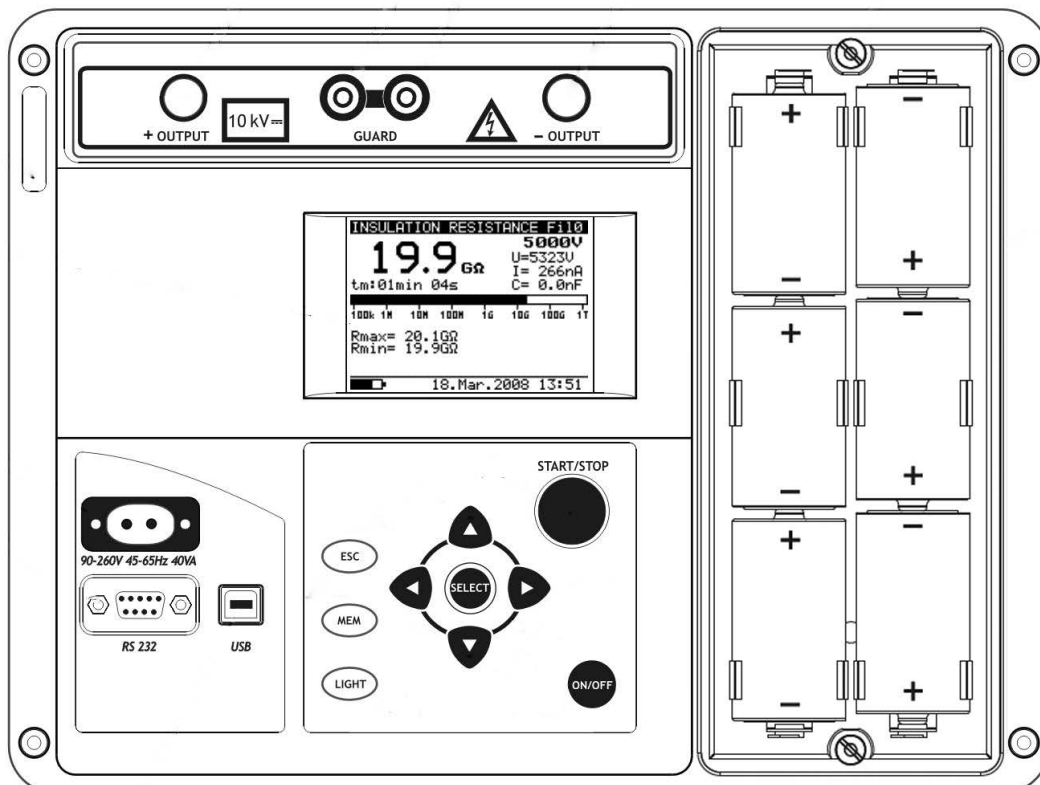

Abb. 31. Korrekte Polung der eingesetzten Batterien
Die Batteriezellen befinden sich im unteren Teil des Gerätegehäuses unter der Batterieabdeckung (siehe **Abb. 31**). Beim erstmaligen Einsetzen der Batterien beachten Sie bitte Folgendes:
- ◆ **Setzen Sie die Batterien korrekt ein (siehe Abb. 31), sonst funktioniert das Prüfgerät nicht!**
Die Batteriezellen befinden sich im unteren Teil des Gerätegehäuses unter der Batterieabdeckung (siehe **Abb. 31**). Falls die Batterien defekt werden, beachten Sie bitte Folgendes:
- ◆ **Zum leichteren Entfernen der Batterien aus der Halterung nehmen Sie zuerst die mittleren Batterien aus jeder Säule und dann die anderen (siehe Abb. 31).**
- ◆ **Setzen Sie die Batterien korrekt ein (siehe Abb. 31), sonst funktioniert das Prüfgerät nicht, und die Batterien können sich entladen!**
Die Versorgungs-Nennspannung beträgt 7,2 V Gleichspannung. Verwenden Sie sechs NiMH-Zellen einer Größe, die IEC LR20 (MONO) entspricht (Maße: Durchmesser = 33 mm, Höhe = 58 mm). Korrekte Polung der Batterien: siehe **Abb. 31**.